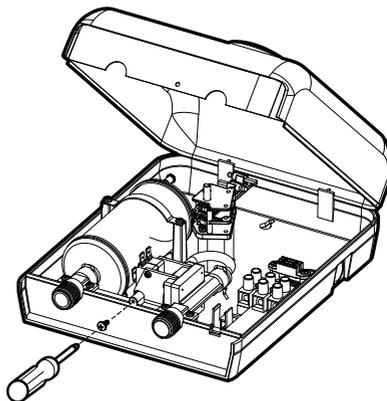

Рис. 4
3. Снять пластмассовую крышку (рис. 4).